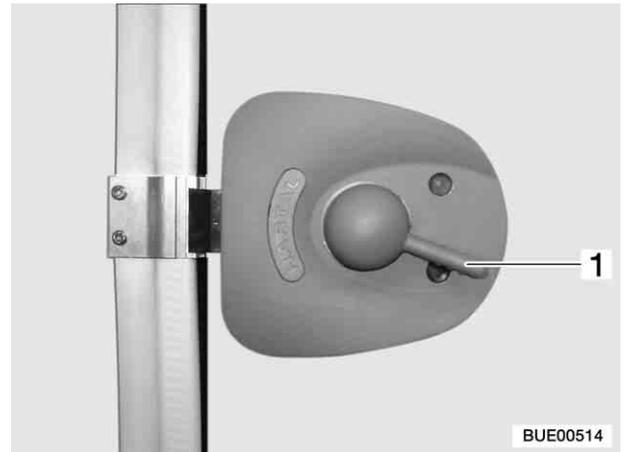

Bild 20 Türschloss Eingangstür, innen, offen
- Den Türgriff (Bild 20,1) nach unten drücken.